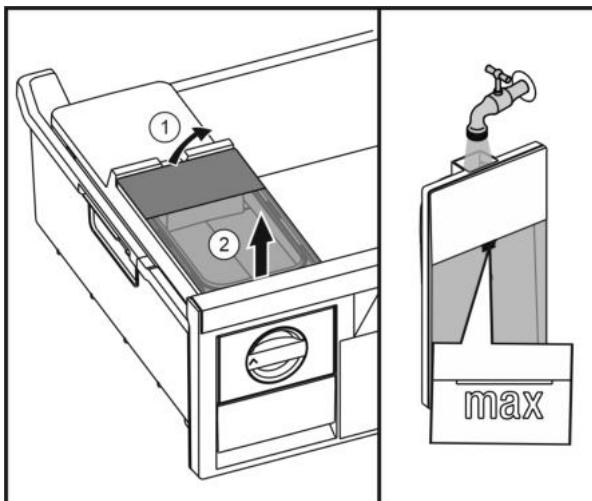

Fig. 32
- Повдигнете резервоара за вода отзад Fig. 32 (1) и извадете нагоре Fig. 32 (2).